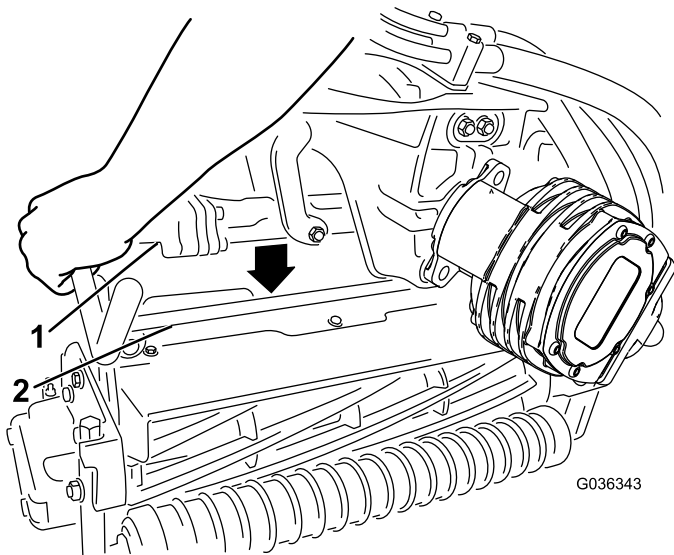

Figure 55
- 6. Enduisez de graisse propre l'arbre cannelé du moteur de l'unité de coupe (Figure 55).